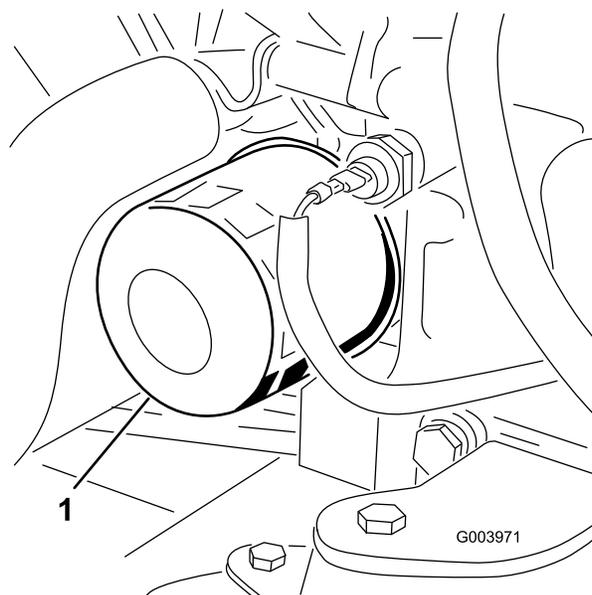

Рисунок 53
3. Снимите масляный фильтр (Рисунок 53).